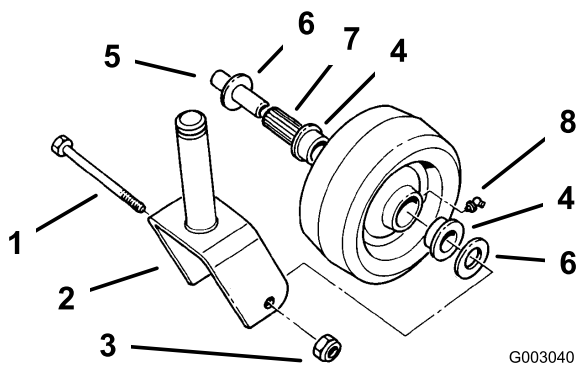

Figura 39
- Retire la contratuerca y el perno que sujetan la rueda giratoria a la horquilla (Figura 39).
- Retire un solo casquillo y tire del casquillo intermedio y del cojinete de rodillos para sacarlos del cubo de la rueda (Figura 39).
- Retire el otro casquillo del cubo de la rueda y limpie la grasa y la suciedad del cubo de la rueda (Figura 39).
- Inspeccione el cojinete de rodillos, los casquillos, el casquillo intermedio y el interior del cubo de la rueda para comprobar que no están desgastados. Cambie las piezas defectuosas o desgastadas (Figura 39).
- Para montar el conjunto, coloque un casquillo en el cubo de la rueda. Engrase el cojinete de rodillos y el casquillo intermedio y deslícelos en el cubo de la rueda. Coloque el segundo casquillo en el cubo de la rueda (Figura 39).
- Instale la rueda giratoria en la horquilla y fíjela con el perno y la contratuerca. Apriete la contratuerca hasta que el casquillo intermedio se apoye contra el interior de las horquillas de las ruedas giratorias (Figura 39).